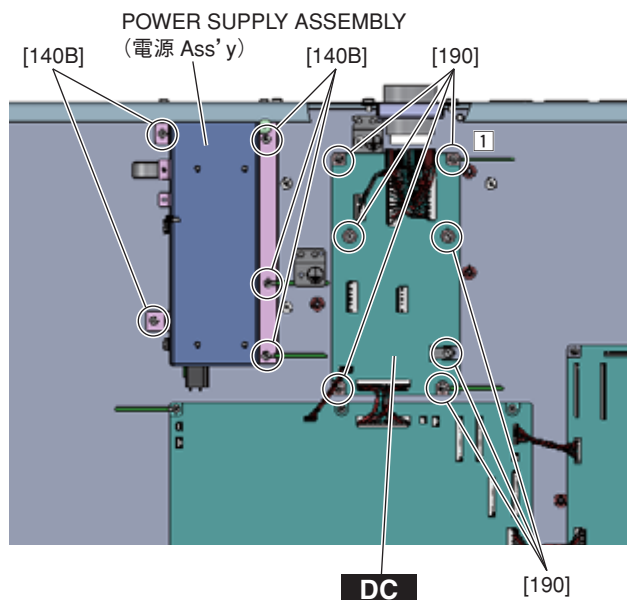

Fig. 4 (図 4)
- A-14-5. Remove the two (2) screws marked [140A] and the five (5) screws marked [140B]. The power supply assembly can then be removed. (Photo 18, Fig. 4)
* **When installing the power supply assembly, tighten the screw ① shown in Photo 18 and then tighten the other screws.**
- A-15-3. Remove the seven (7) screws marked [190]. The DC circuit board can then be removed. (Fig. 4)
* **When installing the DC circuit board, tighten the screw ① shown in Fig. 4 and then tighten the other screws.**
- A-14-5. [140A] のネジ 2 本と [140B] のネジ 5 本を外して、電源 Ass'y を外します。(写真 18、図 4)
- A-15-3. [190] のネジ 7 本を外して、DC シートを外します。(図 4)
※ DC シートを取り付ける際は、図 4 に示す ① のネジを締めてから他のネジを締めてください。